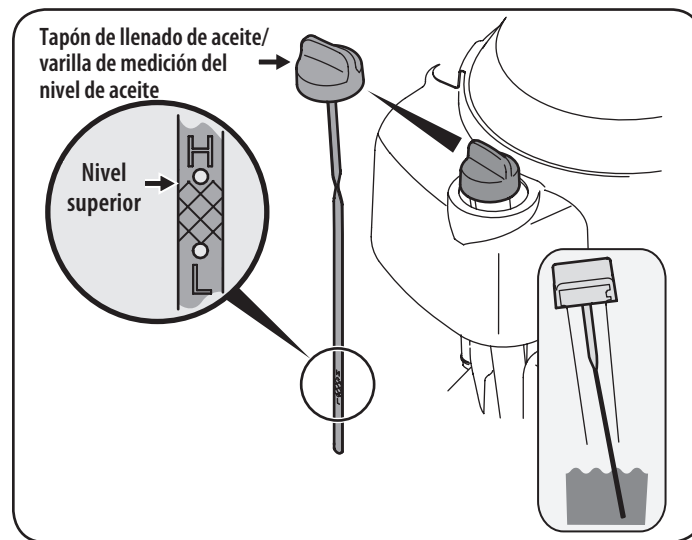

Figura 15
- Inserte la varilla de medición de nivel dentro del cuello de llenado de aceite. Gire la varilla de medición 1/4 de giro hasta la posición en la que queda trabada para que se asiente por completo. Vea la Figura 15.
- Si el nivel está bajo, agregue aceite lentamente hasta que la medición esté en el límite superior de la varilla de medición. Vea el recuadro de la Figura 15.